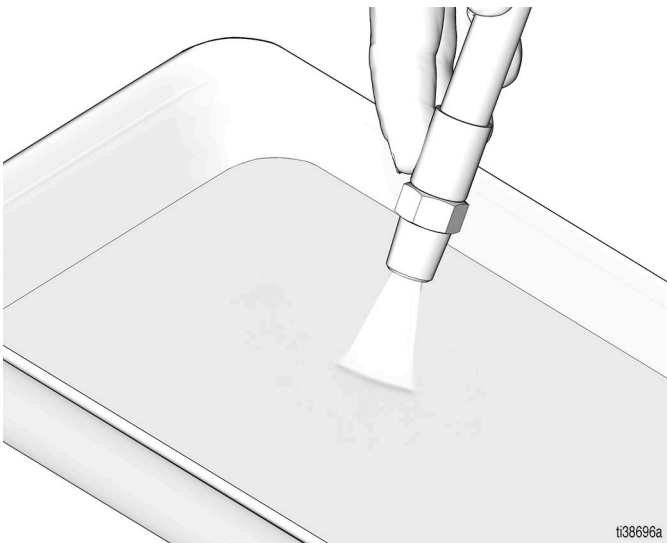

FIG. 4
3. Rincer le liquide distribué par l'équipement jusqu'à ce que le liquide devienne clair (FIG. 4).